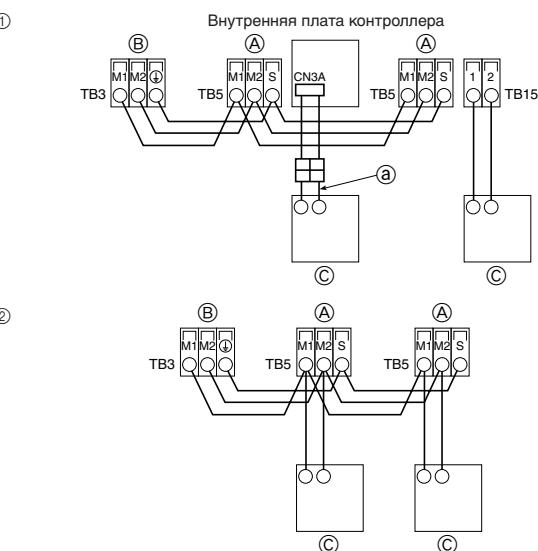

Fig. 7-2
7.2. Подсоединение пульта дистанционного управления, кабелей передачи внутри и снаружи (Fig. 7-2)